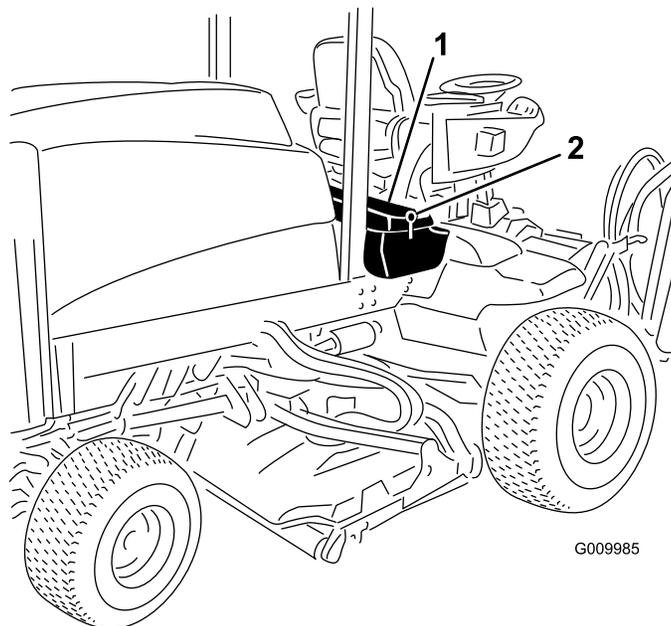

図 92
1. 運転席のコンソールパネルのラッチを外して持ち上げる 図 92。